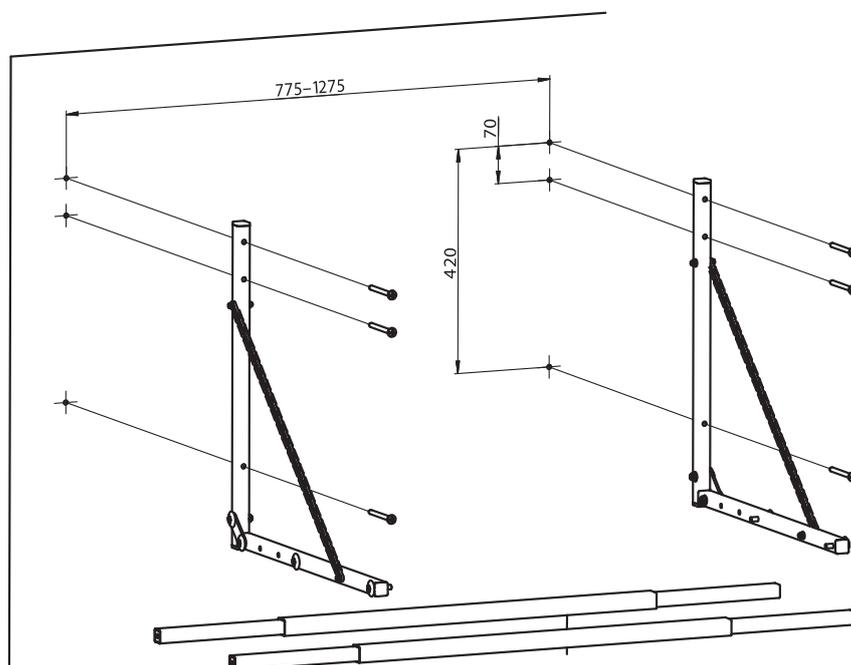

Рисунок 1 – Схема разметки крепёжных отверстий
1. Выберите место для размещения полки и сделайте разметку для сверления крепёжных отверстий согласно рис. 1.
3. Установите полку к стене и закрепите с помощью крепежа, который подберите индивидуально, учитывая материал стены. Полка комплектуется дюбель-гвоздями 6×60 для крепления к твёрдому основанию см. рис. 1.